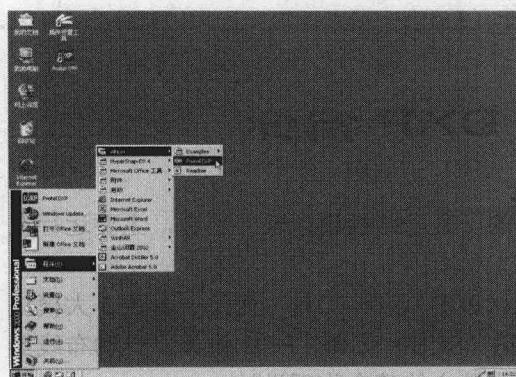

图1-1 启动 Protel DXP
- (1) 如图 1-1 所示，在 Windows 桌面选择【开始】/【程序】/【Altium】/【Protel DXP】选项，即可启动 Protel DXP。